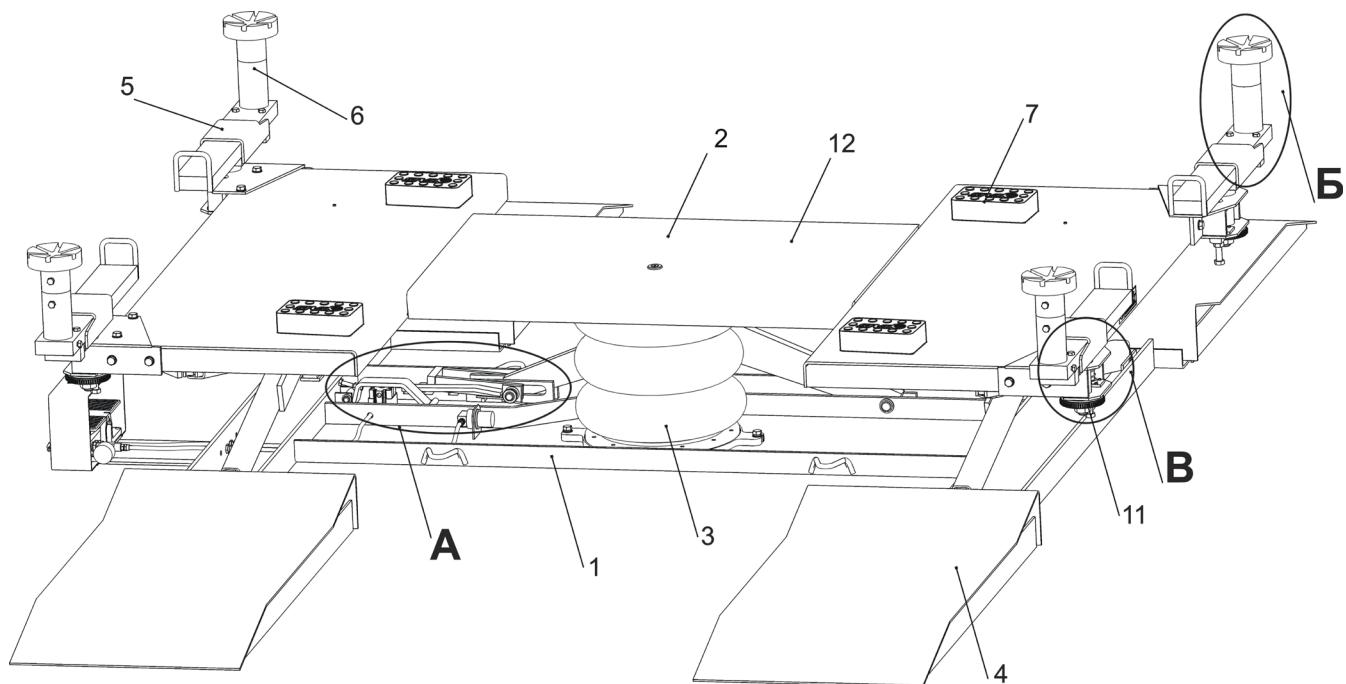

Рисунок 4.1
Автомобили с малым дорожным просветом устанавливают на четыре резиновых опоры 7 (рисунок 4.1)
**① ВНИМАНИЕ!** Винтовые опоры 6 обязательно располагать над платформой 2 (рисунок 4.1).